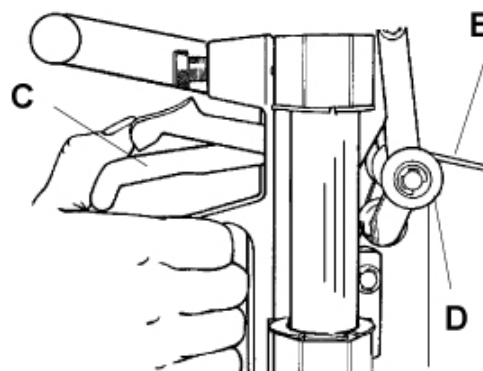

Figure 20
7. Levez la TÊTE DE COUPE et appuyez sur le LEVIER DE TAQUET LONG (C) pour pousser les ROULEAUX DE DÉCOUPAGE blancs (D) contre le plastique (E) près du rebord supérieur comme dans la Figure 20. Appuyez sur le LEVIER DE TAQUET LONG jusqu'à ce que vous entendiez le son du plastique qui se casse. Tout en maintenant la même pression sur les ROULEAUX, rabaissez la TÊTE DE COUPE tout à fait en bas. Le plastique sera découpé en suivant la ligne d'entaille.